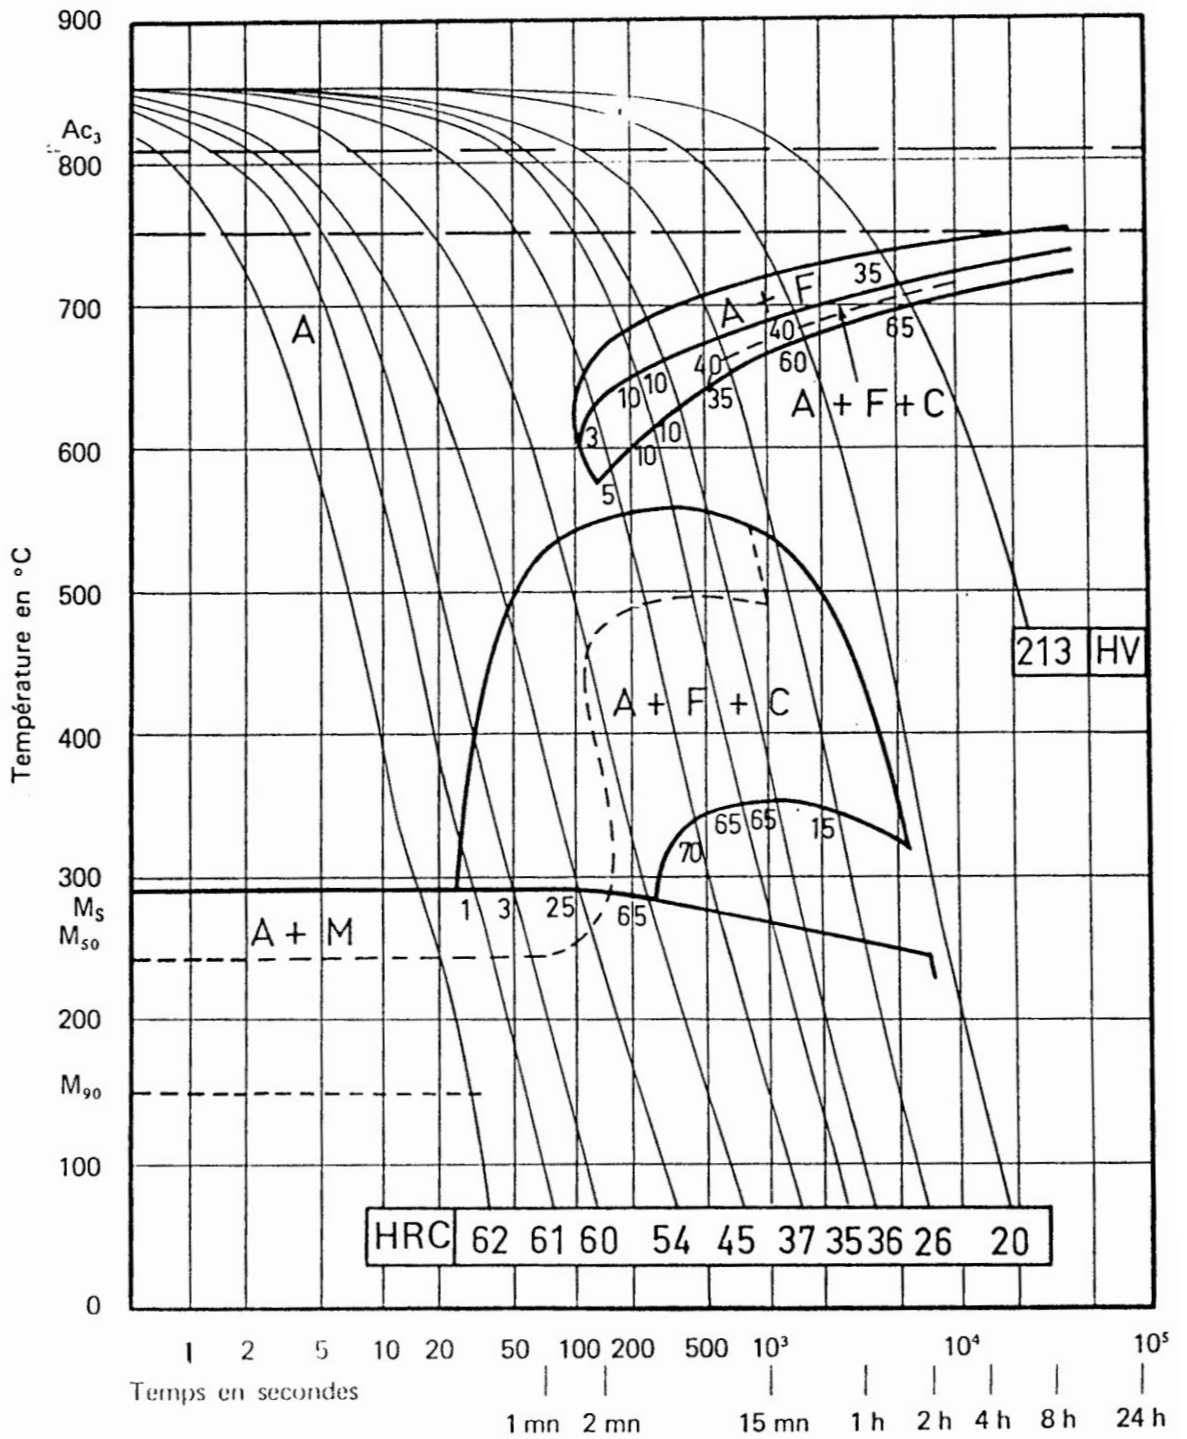

Figure 1. Diagramme TRC (acier 50CrMo4).
- Soit le diagramme **TRC** d'un acier de type **50CrMo4** (**Figure 1**). On considère la courbe de refroidissement aboutissant à une dureté de 36 **HRC** :